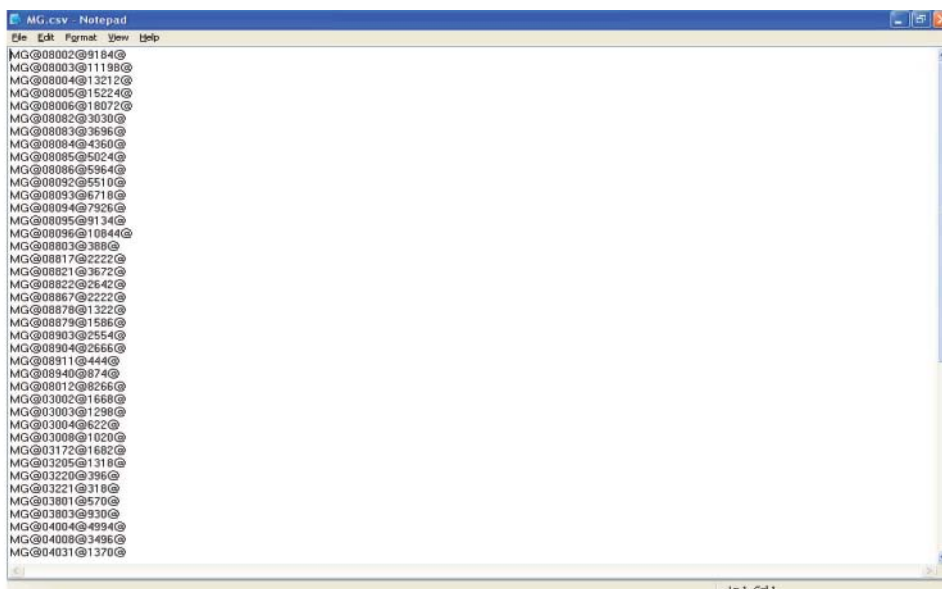

Рис. 85
5) Открываем созданный файл блокнотом. Вызываем команду **Edit→Replace** и делаем следующие замены (рис. 85):